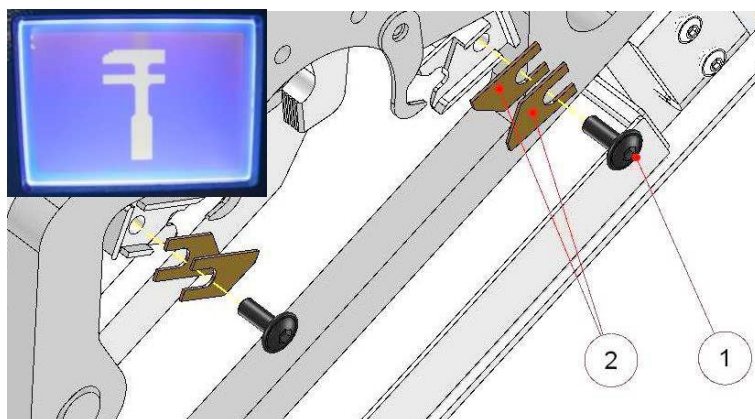

Fig. 19 : remplacer les couteaux à dénuder
- Enlever les vis (cf. fig. 19, pos. 1).
- Remplacer les couteaux à dénuder (cf. fig. 19, pos. 2).